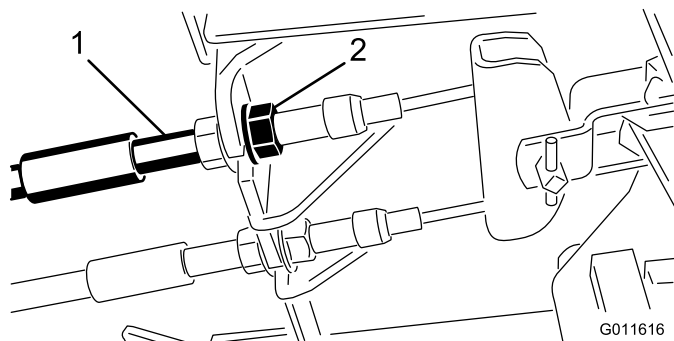

Figura 72
1. Para reducir la holgura de los pedales de freno, apriete los frenos aflojando la tuerca delantera del extremo roscado del cable de freno (Figura 72).